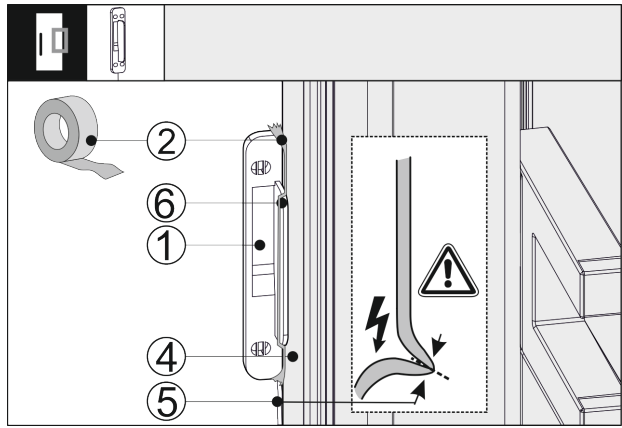

Fig. 41
- Positionner le capteur de frappe Fig. 41 (1) sur le côté de la porte de l'appareil Fig. 41 (4), de sorte que la butée Fig. 41 (6) se trouve contre la porte de l'appareil Fig. 41 (4). Le câble du capteur Fig. 41 (5) est légèrement tendu et se trouve également contre la porte de l'appareil Fig. 41 (4).
- Fixer le capteur de frappe Fig. 41 (1) avec du ruban adhésif Fig. 41 (2). Le capteur de frappe sera ensuite vissé dans la façade du meuble.